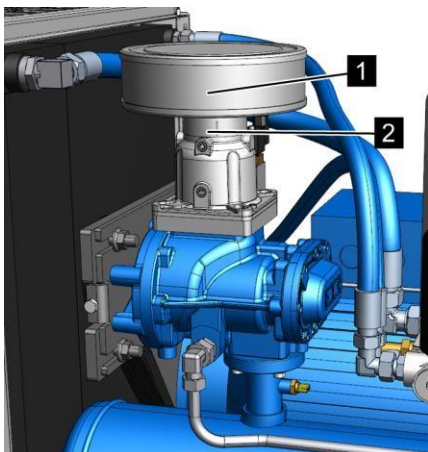

Рис. 42: Отсоединение хомутика приемного фильтра
4. Отсоедините хомутик приемного фильтра (Рис. 42/2).
5. Извлеките старый приемный фильтр (Рис. 42/1).
6. Установите новый приемный фильтр (Рис. 42/1).
7. Затяните хомутик приемного фильтра (Рис. 42/2). ↪ Приложение В «Моменты затяжки винтов» на странице 119